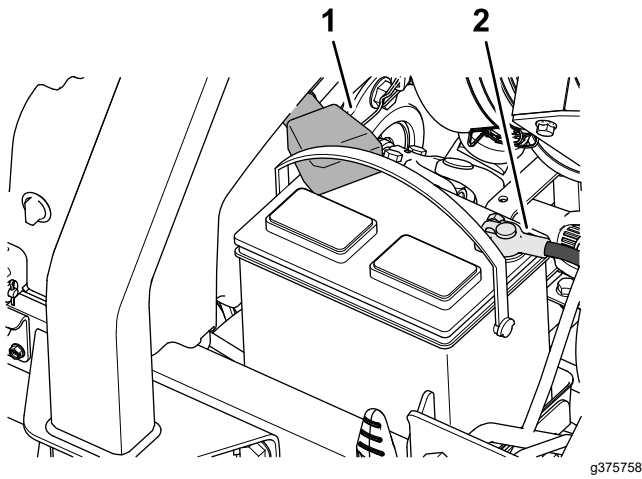

Figura 95
3. Desconecte el cable negativo de la batería (Figura 95).